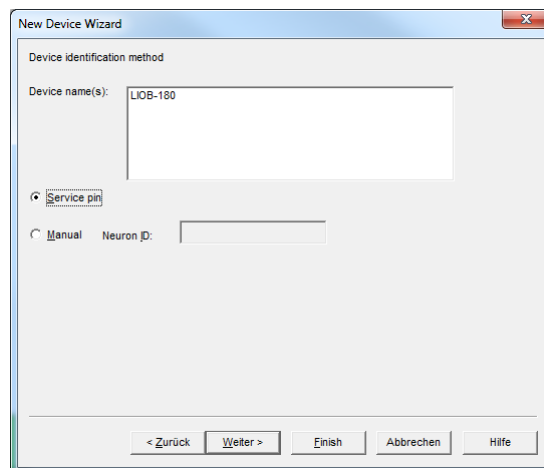

Abbildung 97: Verwenden des Service-Pins
6. Überprüfen Sie den Service-Pin, wie die Geräte-Identifizierungsmethode in der Abbildung 97 zeigt und drücken Sie auf **Next**.